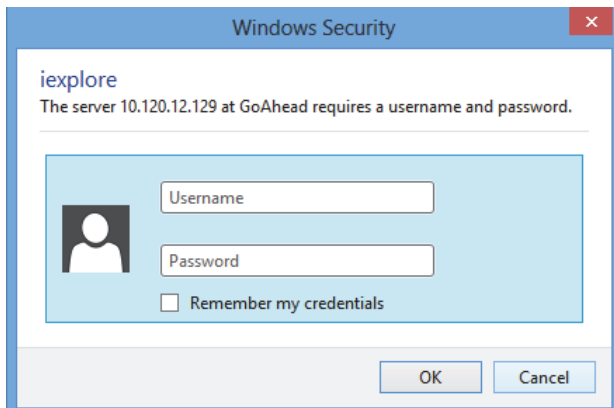

abbildung 37.7: Anmeldebildschirm
- 4 Klicken Sie auf die Schaltfläche *Continue* (weiter), um auf die webbasierte Benutzeroberfläche zugreifen zu können. Es wird ein Bildschirm angezeigt, der abbildung 37.7 gleicht.